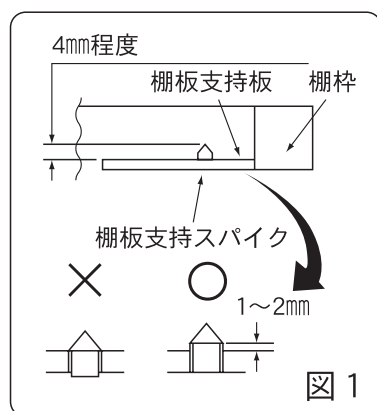

図1
- ③ 前面の1ヶ所および後面の2ヶ所は図1のようにスパイクを基準の高さに設定します。各段について同様にします。